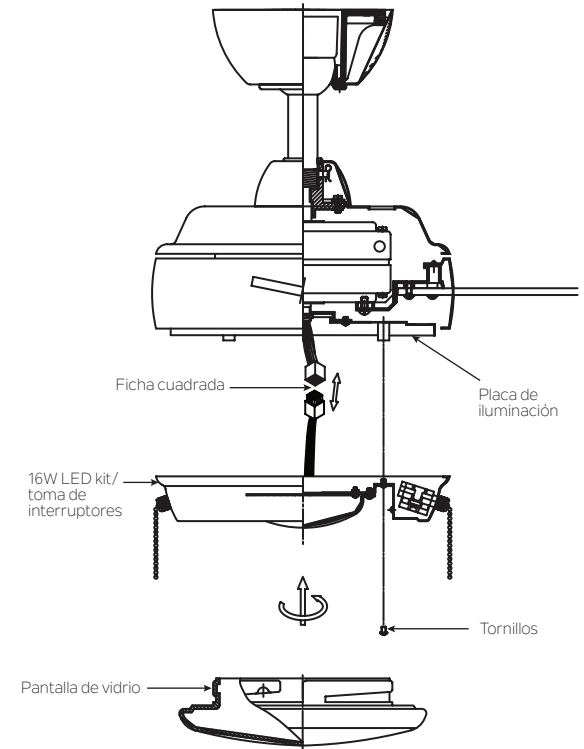

Fig. 16
Paso 1. Afloje los tres tornillos de montaje dentro del kit LED de 16W/toma de interruptores. (Fig.16)
Paso 3. Introducir las conexiones de manera prolija dentro de la placa de iluminación. Coloque las ranuras del kit LED de 16W /toma de interruptores sobre los dos tornillos de la placa de iluminación que había aflojado previamente, gire el kit LED de 16W /toma de interruptores hasta que quede trabado en la parte angosta de las ranuras. Fíjelo ajustando los tres tornillos. (Fig.16)
Paso 4. Coloque la pantalla de vidrio contra el kit LED de 16W /toma de interruptores y gire hacia la derecha hasta que queden juntos. NO LO AJUSTE DEMASIADO. (Fig. 16)